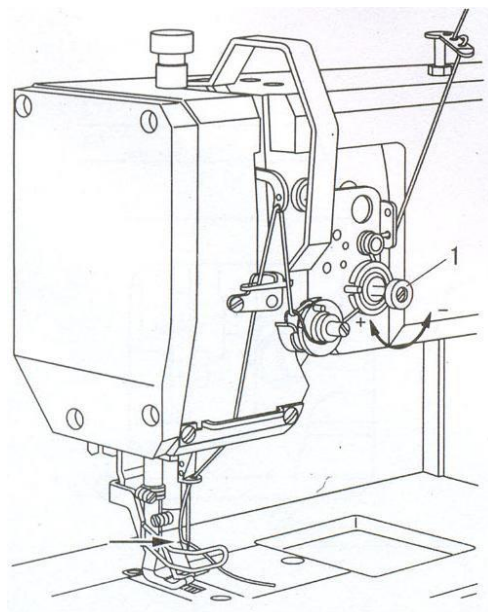

Рис. 5
7. Заправка игольной нити/регулировка натяжения игольной нити (Рис. 5)
1. Заправьте нить, как показано на Рис. 5;
- Пропустите нить через ушко иглы с левой стороны (Рис. 5, стрелка)